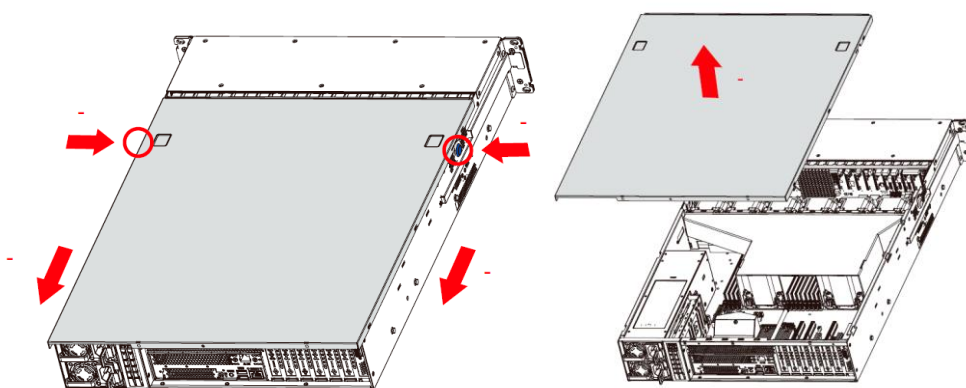

Рисунок 17,18 – Монтаж верхней крышки сервера
- Сдвиньте верхнюю крышку к задней части сервера (см. Рисунок 17).